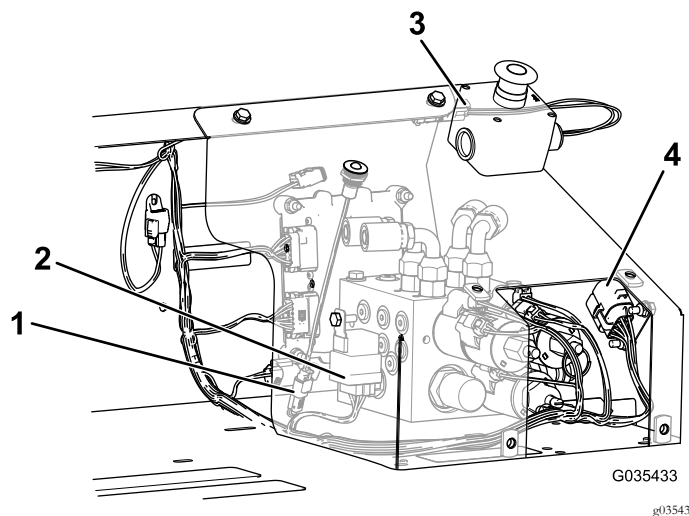

Figure 19
10. Branchez le connecteur d'arrêt d'urgence du faisceau, le connecteur du relais, le connecteur du témoin de diagnostic et le porte-fusible aux adaptateurs appropriés, comme montré à la Figure 19.